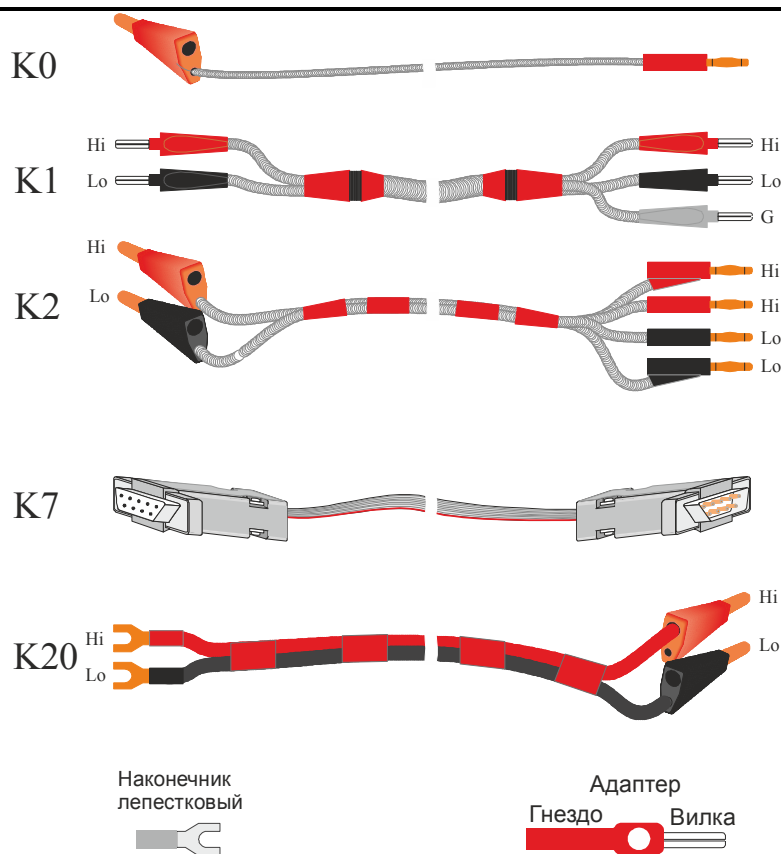

Рисунок 8.8 – Комплект измерительных кабелей
8.6.6 В комплект поставки включены два адаптера типа «вилка-гнездо» (рис.8.8), которые позволяют реализовать сочленение с вилками и гнездами иных стандартов, например, в совокупности с лепестковым наконечником можно обеспечить соединение с винтовым зажимом.